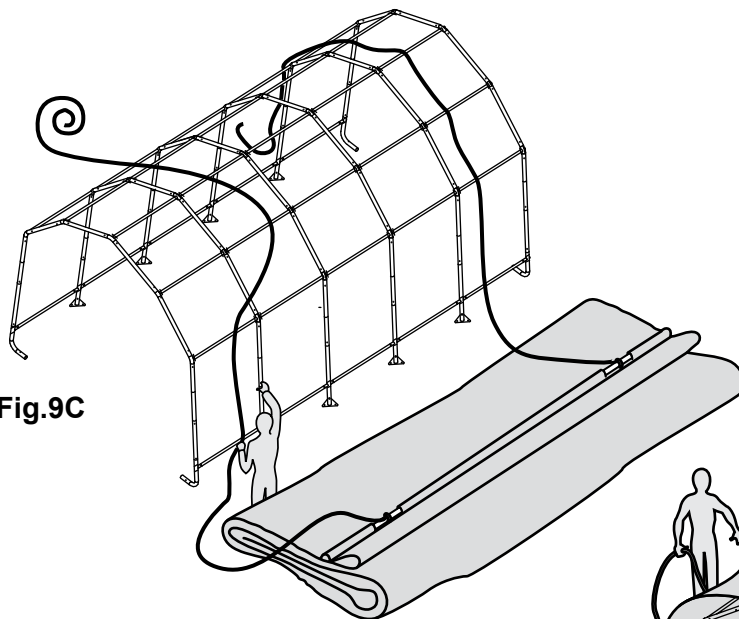

Fig.9C
**C.** Fixez une corde à chaque tuyau exposé, puis lancez l'autre extrémité de chaque corde par-dessus l'armature (fig. 9C).